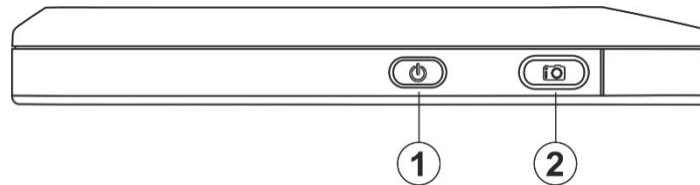

Abb. 3: Beschreibung des Ober des Instruments
- Berühren Sie "Flashlight", um die integrierte Power Leuchte mit weißem LED-Licht zu aktivieren/deaktivieren (siehe Abb. 3 – Teil 1). Die folgende Bildschirmseite erscheint im Display: